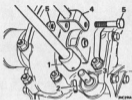

Abb. A.34
23. Spannzettl austreiben, der die Fernschaltungs-Verlängerungswellen an der Schaltstange sichert, siehe Abb. A.34.
24. Sicherungsmutter und Bolzen von der Führungstangengabel am Gehäuse abnehmen und Gabel ausbauen, siehe Abb. A.34.